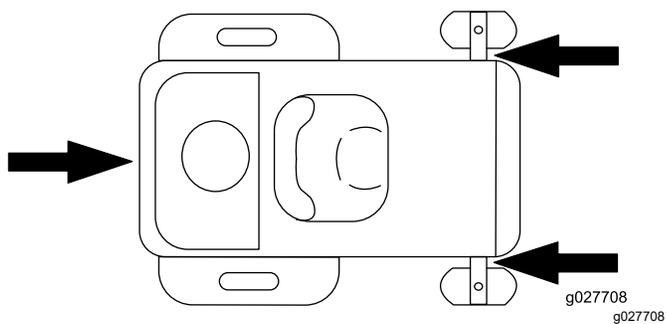

Рисунок 34
6. С помощью строп, цепей, тросов или канатов закрепите машину в точках, расположенных рядом с передними поворотными колесами и на задней части рамы (Рисунок 34). Изучите местные нормативные документы по требованиям к креплению оборудования.